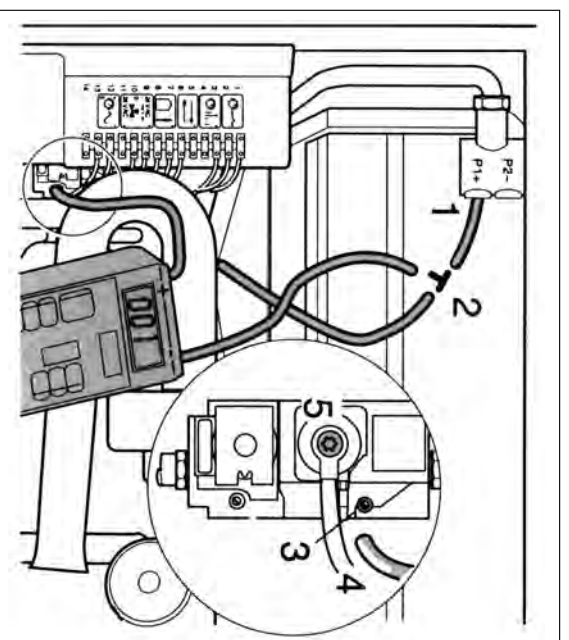
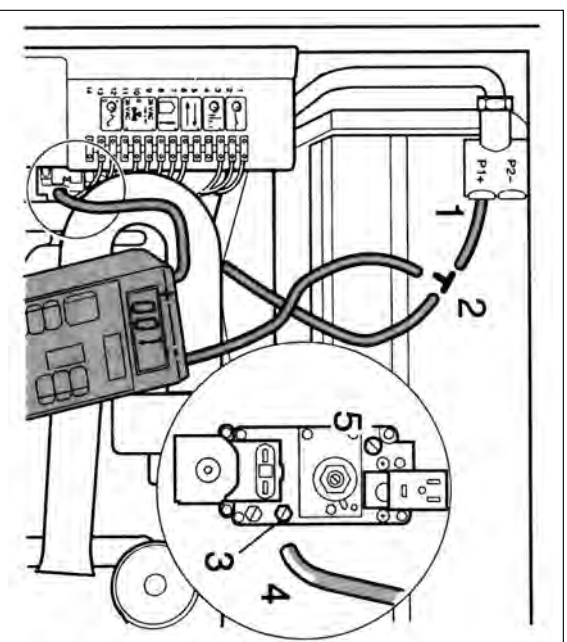

Fig. 29 - Valvola del gas HONEYWELL
Fig. 30 - Valvola del gas SIT
- Togliere il tubetto al silicone dalla presa "P1" del collettore di miscelazione (Fig. 29 o 30, pos.1) ed inserire in serie un raccordo a "T" (pos.2).
- Svitare di due giri la vite della presa di pressione (3) al bruciatore della valvola del gas Honeywell (Fig.29); nel caso sia montata una valvola modello SIT togliere la vite di chiusura (Fig. 30).
- Collegare l' attacco positivo (+) del manometro digitale alla presa di pressione al bruciatore della valvola del gas (Fig. 29 o Fig. 30).
- Nel caso risulti un valore diverso durante la misurazione agire sulla vite di regolazione (5) (Fig. 29 o Fig. 30) (vedi pag. 63).
Nel caso si riscontri un valore di CO2 superiore, è necessario regolare il rapporto aria / gas agendo sulla vite di regolazione (Fig. 29 o Fig. 30 pos.5) a seconda se la valvola del gas è del modello Honeywell o SIT.